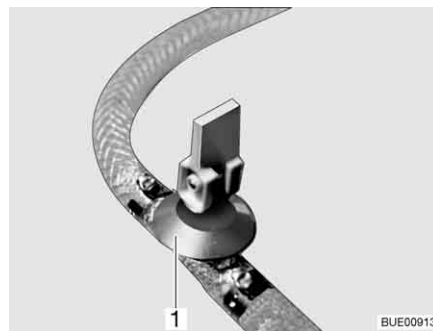

Fig. 183 Rubinetto di scarico
- Chiudere il rubinetto/i rubinetti di scarico. A questo scopo posizionare orizzontalmente la leva a bilanciere (Fig. 183,1).
- Aprire il rubinetto/i rubinetti di scarico (Fig. 183). A questo scopo posizionare verticalmente la leva a bilanciere (Fig. 183,1). Il boiler viene svuotato verso l'esterno.